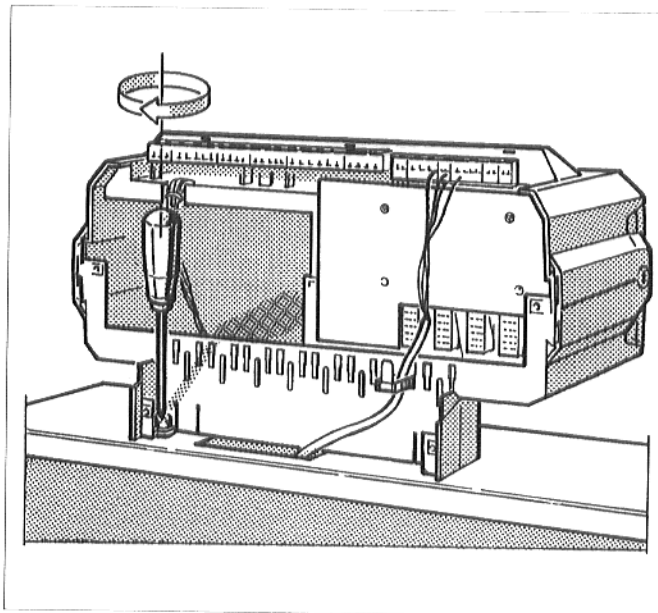

Fig. 7: Avvitare l'apparecchio di regolazione
- Avvitare l'apparecchio di regolazione sul coperchio anteriore della caldaia con le due viti che si trovano agli angoli posteriori del canale passacavi (Fig. 7).